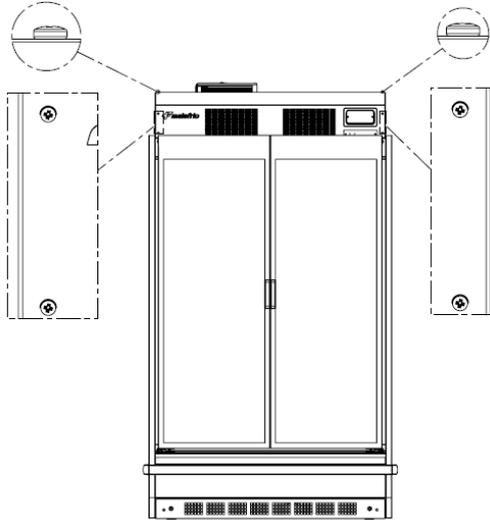

Figura 3: Retirar parafusos de fixação
- Retirar os seis parafusos de fixação da chapa de acabamento superior conforme figura 3: